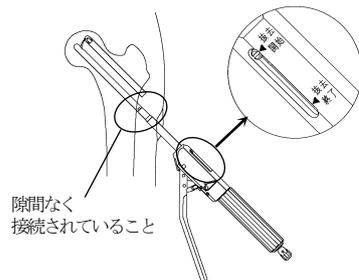

図15
- 2) インナーロッドへ被せるように、ワンハンド式SBフィックス抜去器の先端が確実にインプラント後端に当接するよう組み付けます。(図15)